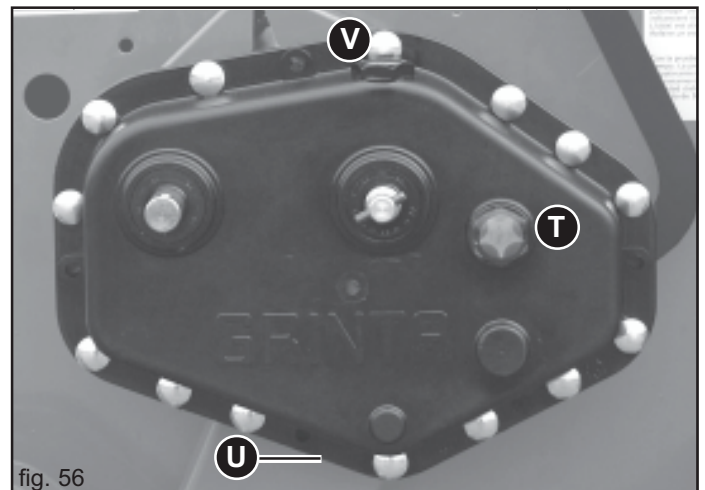

fig. 56
- Den Ölstand im Getriebegehäuse überprüfen und gegebenenfalls bis zum Stand auffüllen (T, Abb. 56). Es wird empfohlen, den gleichen Öltyp (ACER 22) zum Auffüllen zu verwenden.
- Ölablaufstutzen (U Abb. 56);
- Öleinfüllstutzen (V Abb. 56).